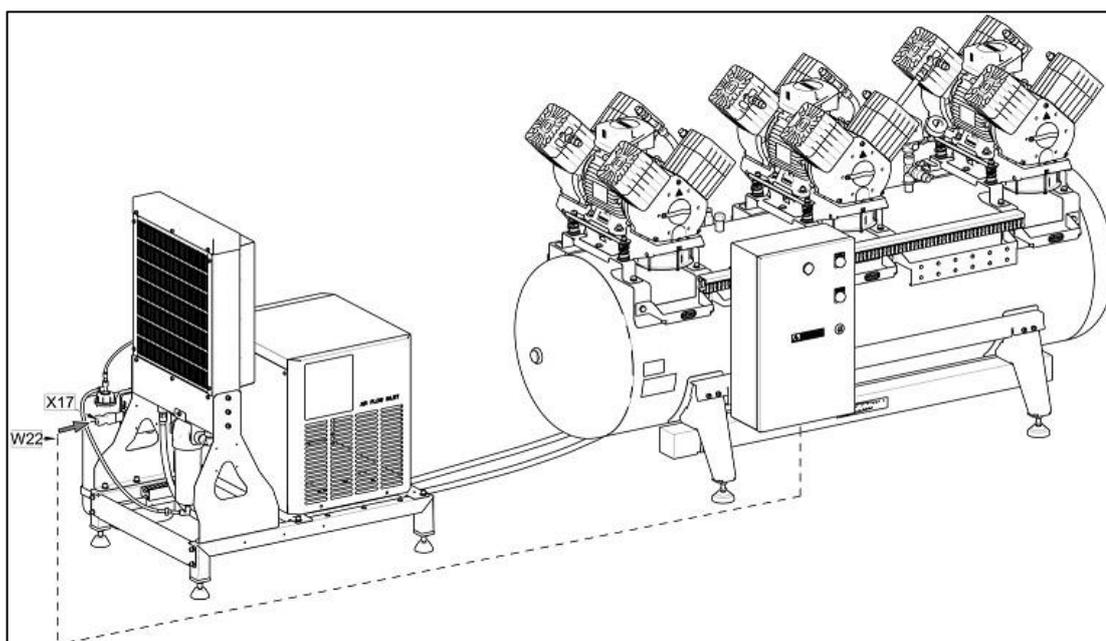

Рис. 10
- Подключите модуль компрессора к модулю осушителя с помощью кабеля W22 (рис. 10).